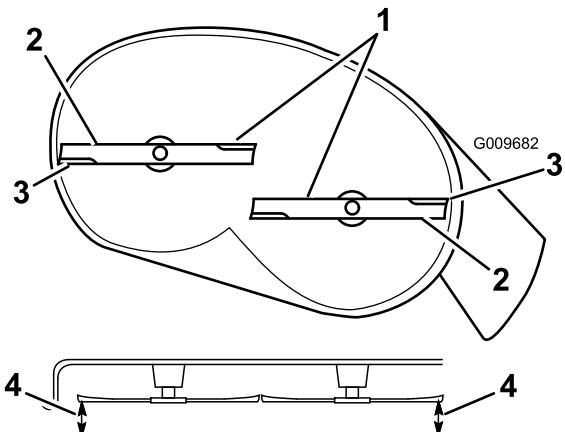

**Figure 51**
2. Vérifiez l'équilibre de la lame en la plaçant sur un équilibrEUR (Figure 51). Si la lame reste horizontale, elle est équilibrée et peut être utilisée. Si la lame est déséquilibrée, limez un peu l'extrémité de la partie relevée seulement (Figure 50). Répétez la procédure jusqu'à ce que la lame soit équilibrée.